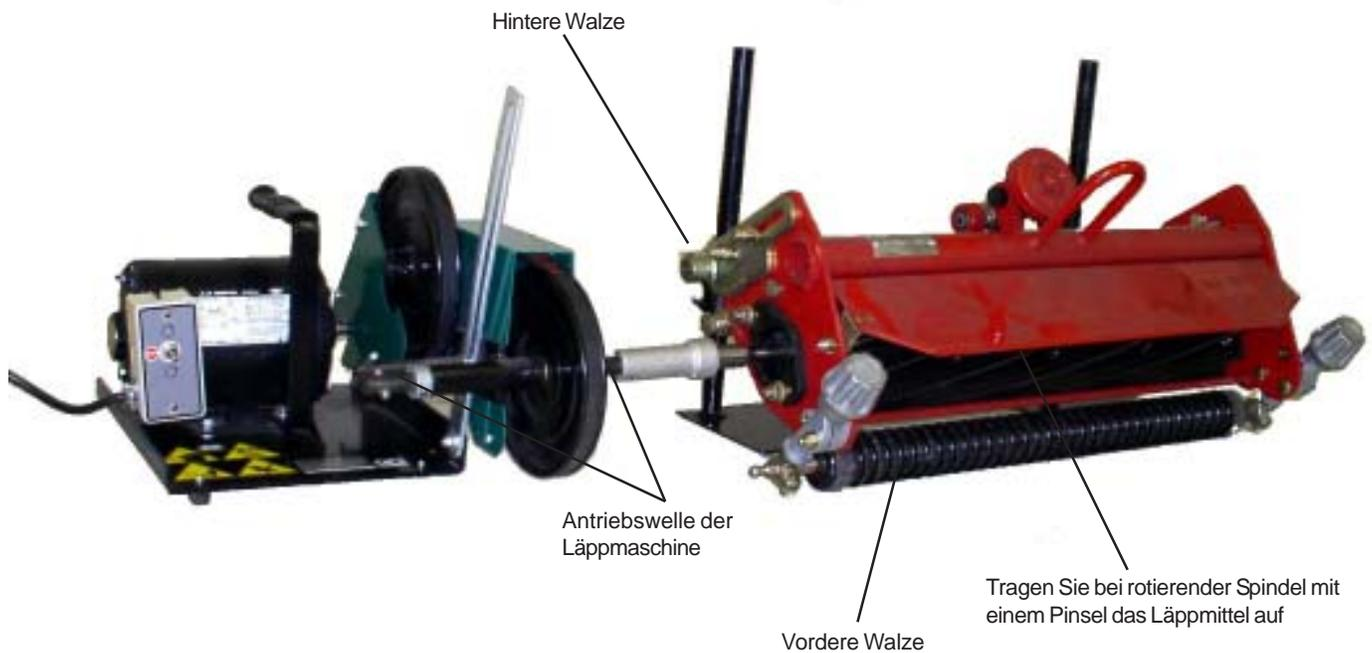

ABB. 2
2. Platzieren Sie je nach Mähertyp bei Schneideinheiten mit vorderer Walze die höhenverstellbaren Ständerstangen unter der hinteren Walze. Die vordere Walze liegt dann auf dem Boden auf, wie das in ABB. 2 zu sehen ist. Bei Schneideinheiten ohne vordere Walze platzieren Sie die höhenverstellbaren Ständerstangen entweder unter der vorderen Spurstange oder dem Mäherrahmen; die Ständer sollten einen möglichst großen Abstand zueinander aufweisen.
3. Die Läppmaschine erzielt optimale Arbeitsergebnisse, wenn die Vorderkante des Untermessers tiefer liegt als die Rückseite des Untermessers, wie das in ABB. 2 zu sehen ist.
- * Um für die unterschiedlichsten Mäheinheiten eingesetzt werden zu können, lässt sich die Läppmaschine entweder rechts- oder linksseitig an die Mäheinheit anschließen, wie das in ABB. 2 gezeigt wird.